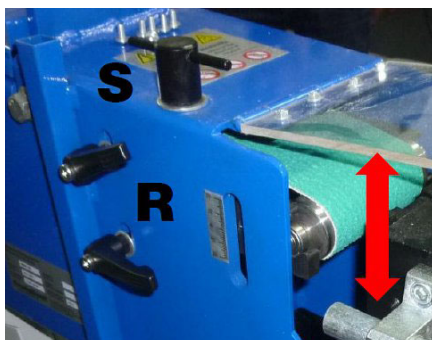

Abb. 15: Höhenverstellung der Kontaktrolle
Schritt 2: Die beiden Klemmhebel R (Abb. 15) lösen.
Schritt 3: Die Höhe der Kontaktrolle mit der Verstelle schraube S (Abb. 15) einstellen. Beim Absenken der Kontaktrolle diese gegebenenfalls mit der Hand nach unten drücken. Die Position der Kontaktrolle (-10 mm - 0 mm - +10 mm) kann an der Skala abgelesen werden.